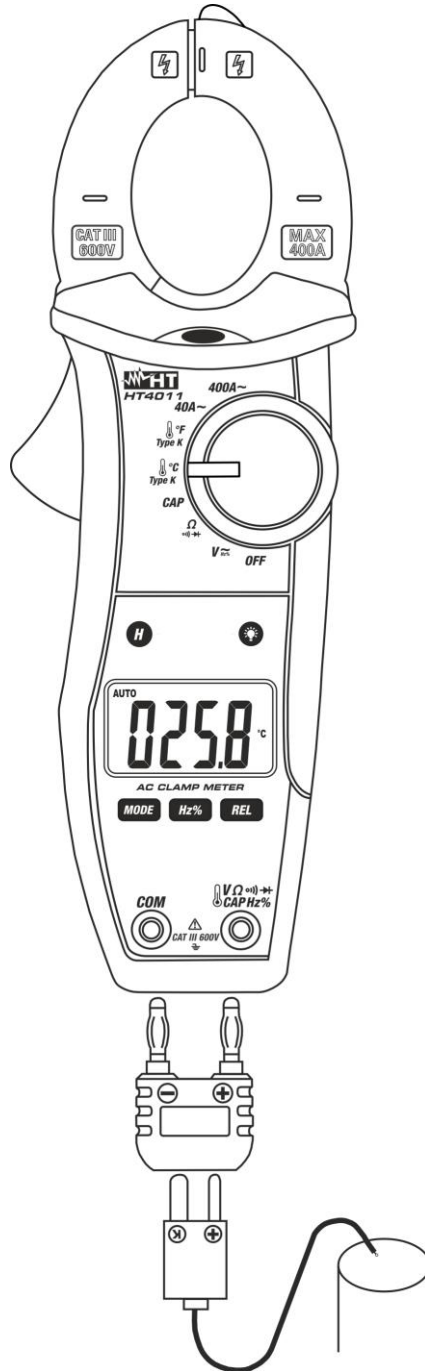

Abb. 9: Verwendung der Zange für Temperaturmessung
2. Verbinden Sie den mitgelieferten K-Typ Drahtfühler mit der **V Ω °C °F CAP Hz %** und **COM** Eingangsbuchse mithilfe des entsprechenden Adapters. Achten Sie dabei auf die Polarität, die in Abb. 9 angegeben ist. Der Temperaturwert erscheint auf dem Display.